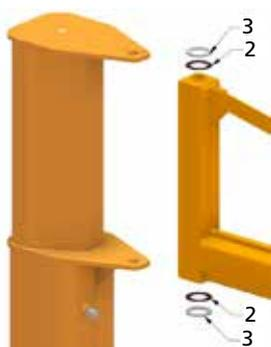

Abb.43
2. Den Arm an die Platten (der Konsole oder Säule) annähern. Die Kupplungsscheibe 2 und die Druckscheibe 3 oben auf der Pinole 1 positionieren, wobei zugleich auch der Sitz der Kupplungsscheibe 2 und der Druckscheibe 3 im unteren Teil vorbereitet wird (Abb. 43).